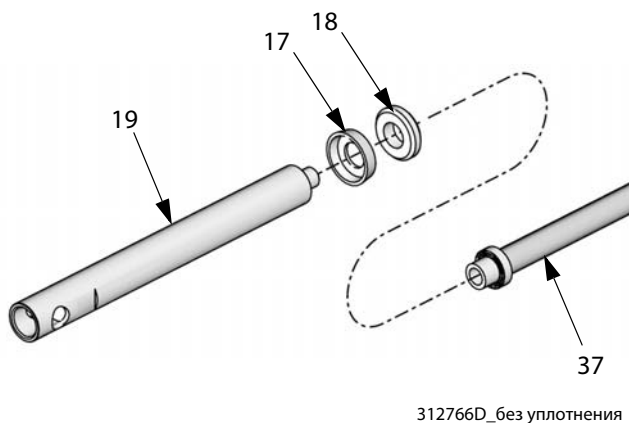

Рис. 18
1. Смажьте уплотнительную набивку (17) и подшипник (18) консистентной смазкой № 2 на литиевой основе.
2. Установите подшипник (18) и манжетный уплотнитель (17) кромками вниз на соединительный шток насоса (37). См. Рис. 18.